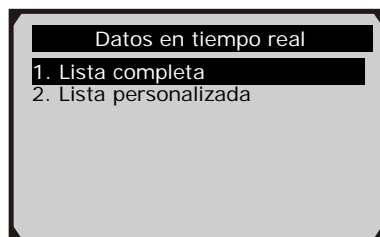

Figura 6.11
- 1) Para ver el conjunto de datos completo, use el botón de desplazamiento hacia **ARRIBA/ABAJO** para seleccionar la opción **Lista completa** en el menú **Datos en tiempo real** y presione el botón **OK**. (Figura 6.11)
- 1) Para ver los datos PID personalizados, use el botón de desplazamiento hacia **ARRIBA/ABAJO** para seleccionar la opción **Lista personalizada** en el menú **Datos en tiempo real** y presione el botón **OK**. (Figura 6.11)